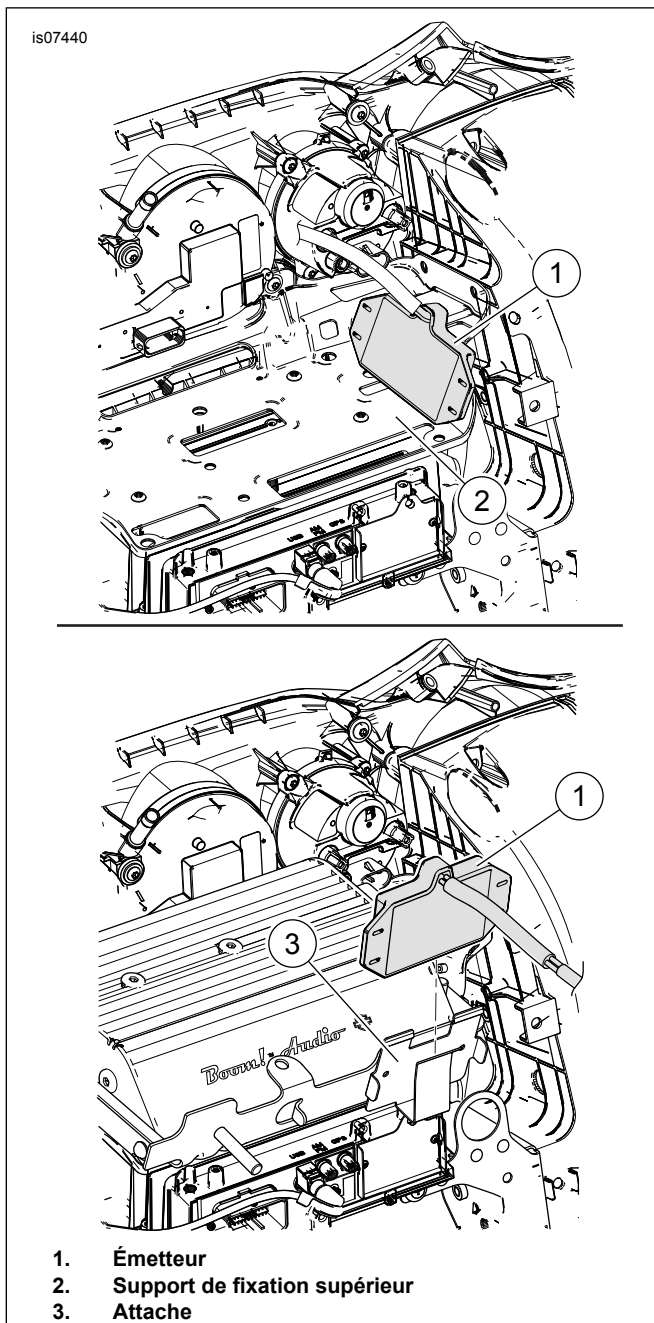

Figure 13. Montage de l'émetteur (modèles Touring FLHT et FLHX ou modèles Trike 2014 à 2016)
2. Consultez Figure 13 . **Modèles SANS amplificateur monté sur carénage :**
- b. Monter l'émetteur (1) sur le côté gauche du support supérieur de fixation.
- a. Insérer l'émetteur (1) dans la pince (3) à l'avant du support de montage de l'amplificateur.